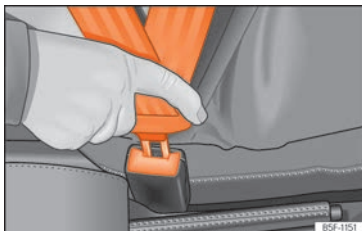

Fig. 9 Insérer la languette de la ceinture de sécurité dans son boîtier de verrouillage.
- Le pêne doit être inséré dans le boîtier de verrouillage du siège lui correspondant »» fig. 9.